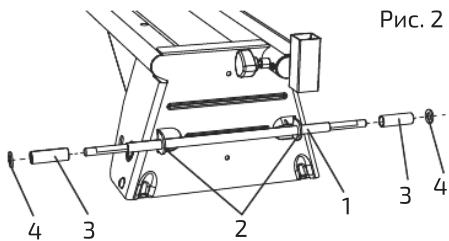

Рис. 2
2. Вставить ось колесиков (1) в держатель оси колесиков (2) (рис. 2).
3. Прикрепить по одной длинной муфте (3) и одной шайбе (4) к каждой стороне оси колесиков (1) (см. рис. 2).